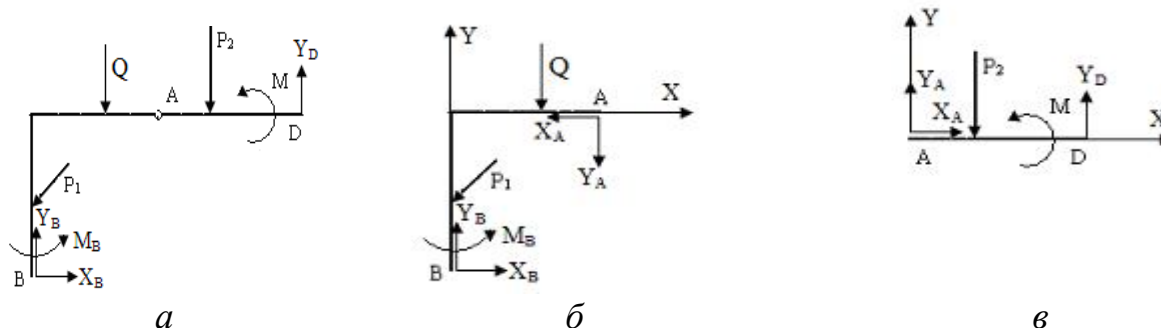

Рис. 1.2. Расчетная схема:
3. *Расчетная схема* (рис.1.2)